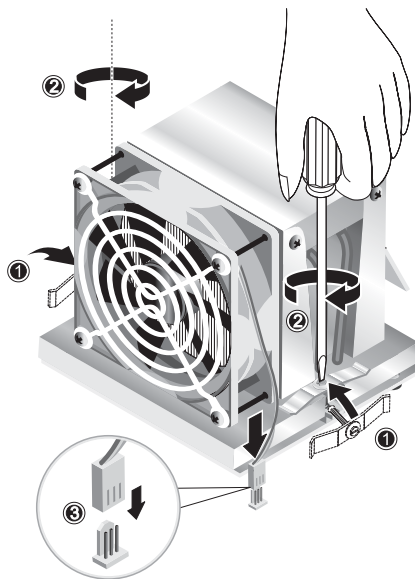

BILD 4-13 Sätta fast kylfläns- och fläktenheten
9. Placera läsklämmorna över kylfläns- och fläktenheten (se (1) i BILD 4-13).
10. Börja dra åt fästskruvarna och växla från sida till sida tills skruvarna är helt åtdragna (2).
11. Anslut processorfläktens kabel till uttaget på moderkortet (3).